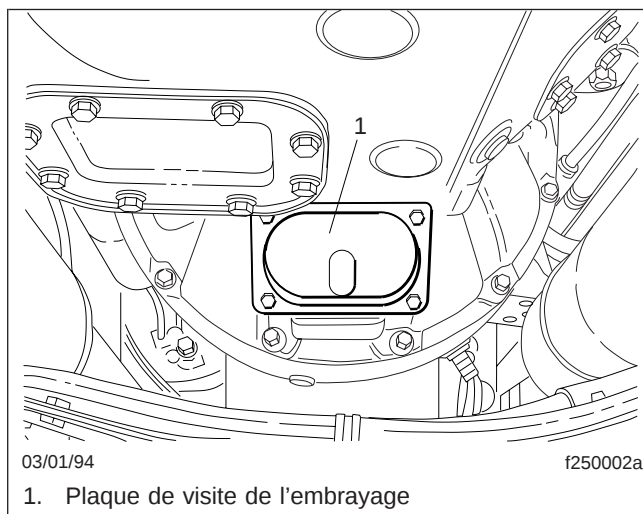

Fig. 1, Plaque de visite de l'embrayage
2. Enlevez la plaque de visite de l'embrayage. Voir la figure 1.